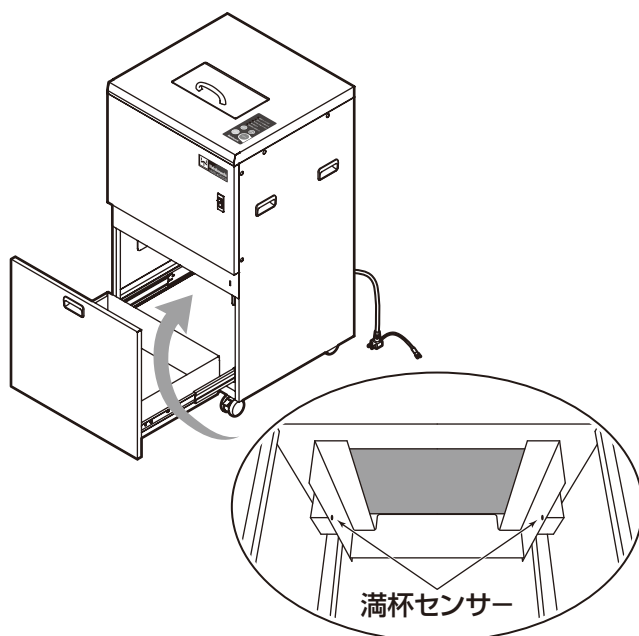

図7 満杯センサーの掃除
- 1.電源スイッチ①の下側を押して電源を切り、電源コード⑤の電源プラグを抜いてください。
- 2.満杯センサーに付着した破片を柔らかい布等で取り除いてください。P13 図7 参照